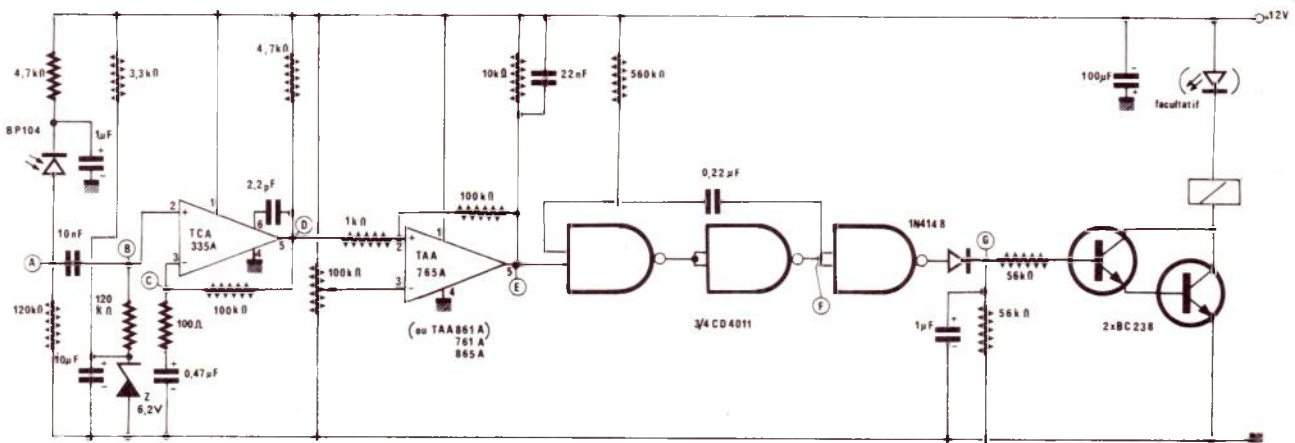

Figure 2 : Schéma de principe du récepteur
Il est indiqué à la **figure 2**, la photodiode PiN de réception est du type BP 104 avec filtre infrarouge incorporé. Pour un fonctionnement dans l'obscurité (détecteur de présence notamment), on peut obtenir un gain de sensibilité en utilisant une BPW34, dépourvue de filtre. Cette diode est alimentée en tension filtrée et fournit, à travers un condensateur de 10 nF, un signal brut à l'ampli opérationnel TCA 335 A. Il s'agit d'un ampli qui, bien que réalisé en technologie entièrement bipolaire, présente une forte impédance d'entrée grâce à des étages darlington. Cette impédance est respectée, malgré le gain de 60 dB réalisé, grâce à un montage non inverseur.
Figure 2 bis : Les points test du récepteur : les tensions sont relevées avec un voltmètre 20 K $\Omega$ /V (calibre 50 V). L'oscilloscope est en couplage (AC). En dessous des valeurs marquées « min » la commutation n'est plus assurée.